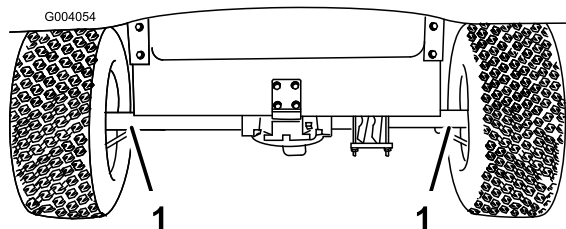
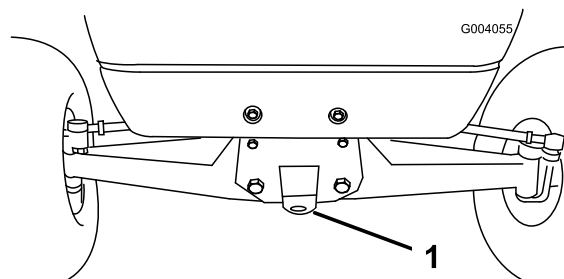

Figura 31
Figura 32
Utilizzate un rimorchio se dovete trasportare il veicolo a distanze considerevoli. Accertatevi che il veicolo sia fissato al rimorchio. Vedere Figura 31 e Figura 32 per conoscere la posizione dei punti di attacco.
2. Fissate una fune di traino al timone sulla parte anteriore del telaio (Figura 32).